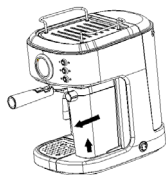

Рис. 1
- Возьмитесь за ёмкость (18), потяните её по направлению к себе и снимите с ёмкости (18) крышку капучинатора (16) (рис. 1). Наполните ёмкость (18) водой, до отметки максимального уровня.